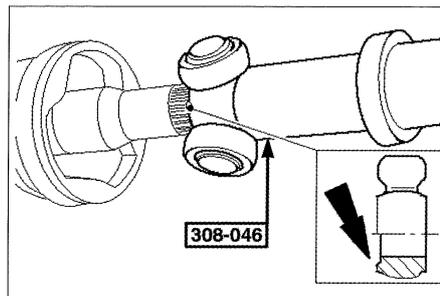

FIG. 5
- Con un martillo pequeño o un botador apropiado (útil Ford 308-046 ó 16-016), calar a presión el trípole en el eje (**fig. 5**) y montar un anillo de seguridad nuevo.
El trípole tiene un chaflán que debe estar dirigido hacia el lado opuesto del anillo de freno (**fig. 5**).